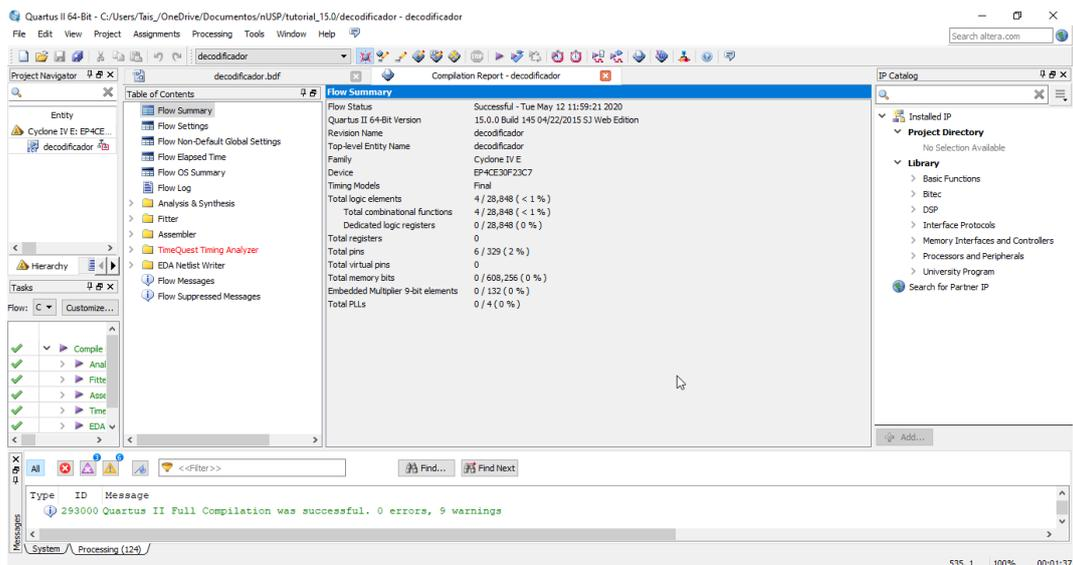

Figura 24: Tela gerada pela compilação de um projeto
2. Durante a Compilação, aparecem mensagens de toda a compilação numa janela de Mensagens (Figura 24). É possível selecionar uma mensagem e localizar sua fonte no arquivo de projeto ou outro arquivo.